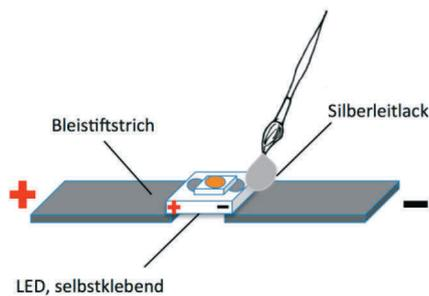

Bild 3: Verbindung LED und Bleistiftstrich mit Silberleitlack
- Verbinde die Lötstellen der LED und die Striche mit einem Pinselstrich Silberleitlack (Siehe Bild 3)